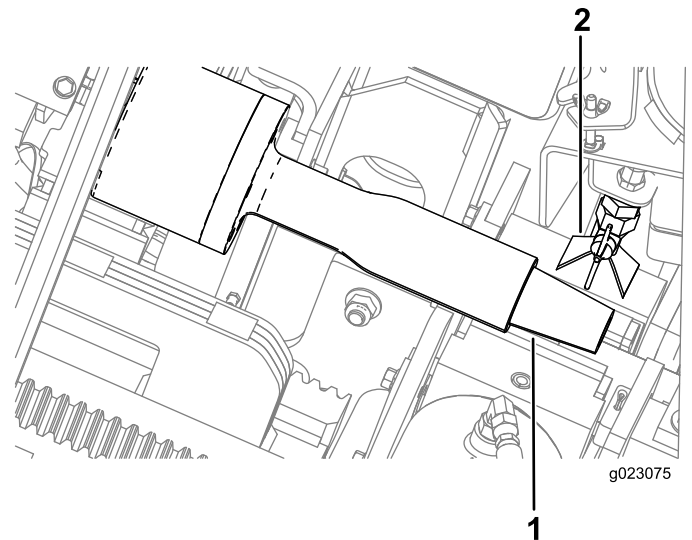

Figura 79
2. Baje el carro de perforación por el bastidor de perforación y rocíe la rosca del husillo con lubricante de roscas, luego suba el carro hasta el extremo superior del bastidor (Figura 79).